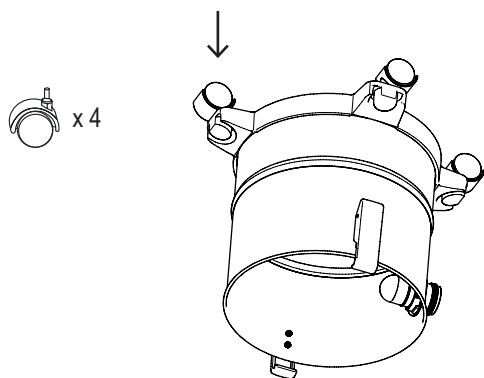
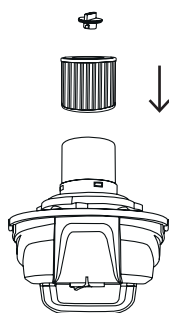

Fig. 2
Fig. 3
- Elija el filtro adecuado si se usa para agua (FIG. 2) (filtro de esponja) o si se usa para seco (FIG. 3) (filtro HEPA).